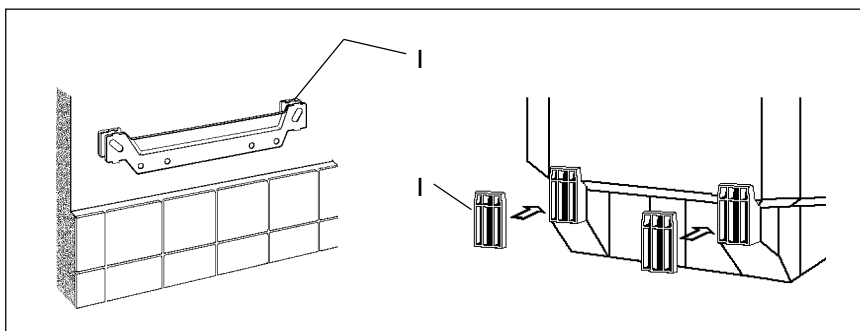

рис. 5
- Неровности стены выровнять прилегающими прокладками (толщина 5 мм, рис.5, поз.1).